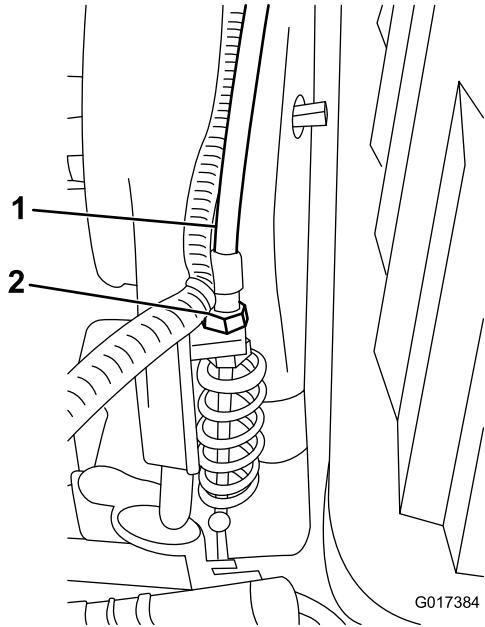

Figura 51
3. No anteparo da transmissão, ajustar o cabo de controlo do cilindro (Figura 51) para atingir um comprimento de mola de 70,6 a 72,4 mm.